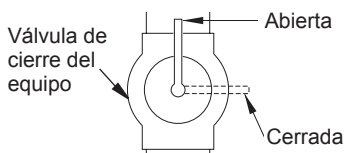

Figura 16 - Válvula de cierre del equipo
1. Cierre la válvula de cierre del equipo (consulte la figura 16).
1. Abra la válvula de cierre del equipo (consulte la figura 16).
3. Cierre la válvula de cierre del equipo (consulte la figura 16, en la página 14).